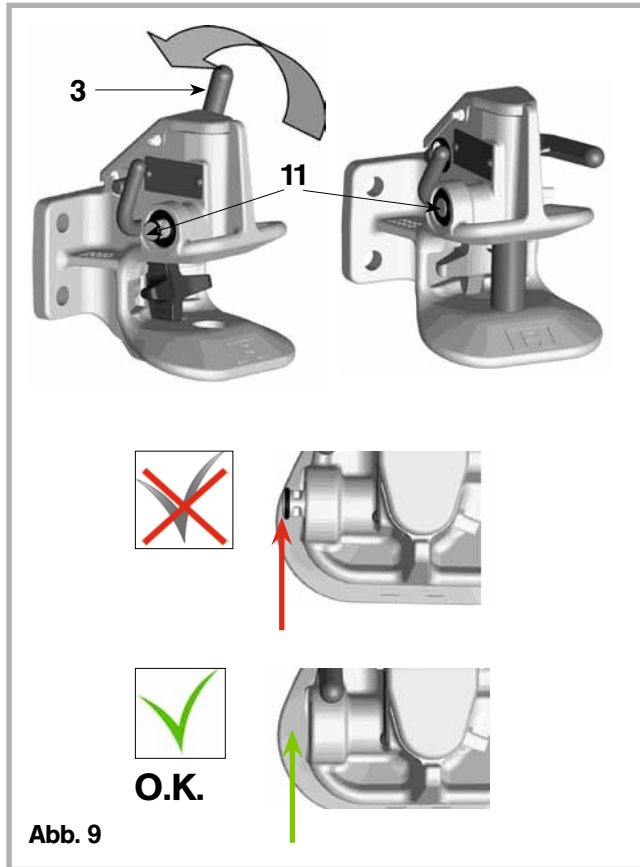

Abb. 9
Der Kontrollstift (11) darf nach dem Einkuppeln aus seiner Führung **nicht herausstehen** (s. Abb. 9).